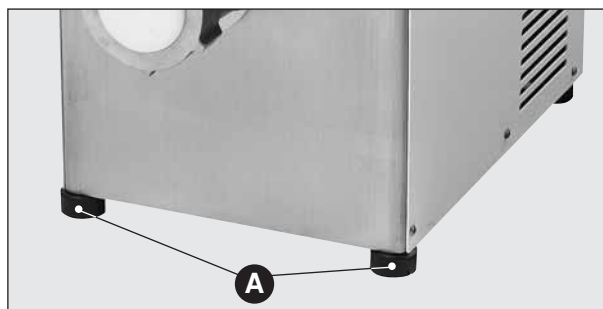
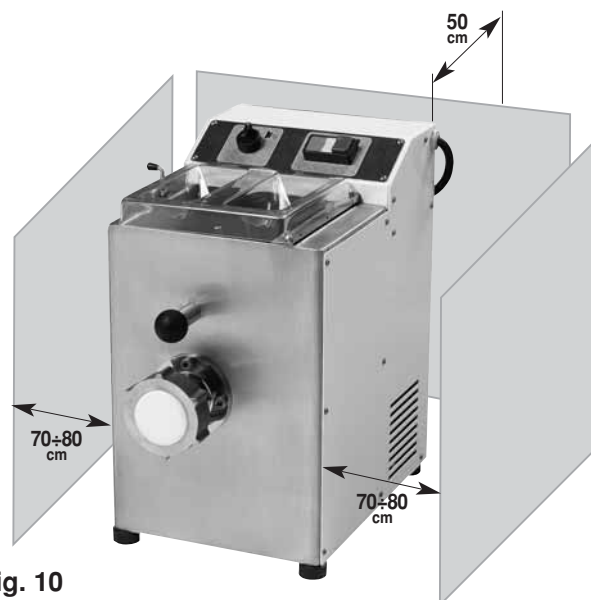

Fig. 9
Fig. 10
Per assicurare la stabilità necessaria alla macchina, verificare che i piedini (**Fig. 9 ①**) siano ben appoggiati sul pavimento; in caso contrario ruotarli fino ad eliminare l'instabilità. Posizionare la macchina nel luogo desiderato, avendo l'avvertenza di lasciare uno spazio libero posteriormente di circa 50 cm., e lateralmente di almeno 70-80 cm., per permettere un facile e agevole utilizzo e una manutenzione e pulizia efficace (**Fig. 10**).